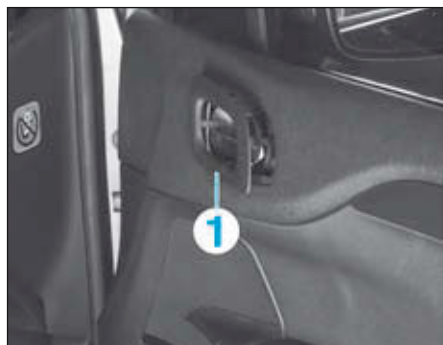

FIG.44
- Dégrafer et déposer la garniture (1) de commande d'ouverture de porte (Fig.44).